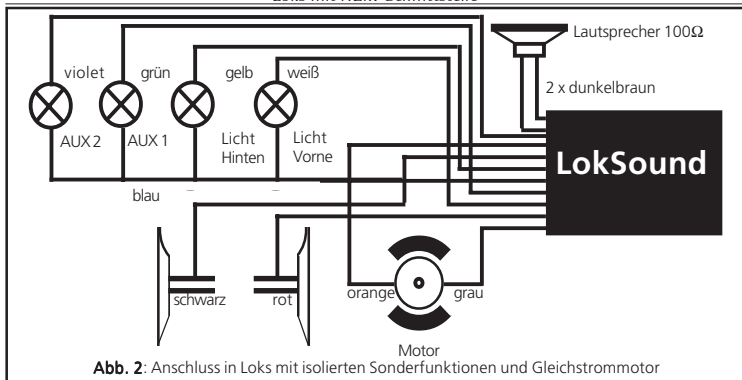

Abb. 2: Anschluss in Loks mit isolierten Sonderfunktionen und Gleichstrommotor
- a) Die Lampen / Funktionen sind mit Ihrem gemeinsamen Anschluss gegenüber dem Lokgehäuse isoliert (also potentialfrei). Der dann nötige Anschluss wird in Abb. 2 dargestellt.
Bitte lassen Sie sich nicht davon verwirren, dass sowohl Abb. 2 als auch Abb. 3 den Anschluss eines Gleichstrom- oder Glockenankermotors zeigen: Wie ein Allstrommotor angeschlossen wird, zeigt Abb. 5
- Wenn die Lämpchen und Funktionen nicht mit der Gehäusemasse verbunden sind (siehe Abb. 2), müssen Sie alle übrigen Anschlüsse aller Lämpchen und Funktionen gemeinsam an das blaue Kabel anschließen. Dieses darf keinen Kontakt mit dem Lokchassis haben!
Verwenden Sie bei Loks, deren Licht- und Funktionsausgänge nach Abb. 2 verschaltet werden, ausschließlich **digitale Rauchgeneratoren**, z.B. Seuthe Nr. 11. Andere Raucheinsätze benötigen zu viel Strom. Teilweise sind Rauchgeneratoren mit mehr als 250mA Stromaufnahme im Handel!